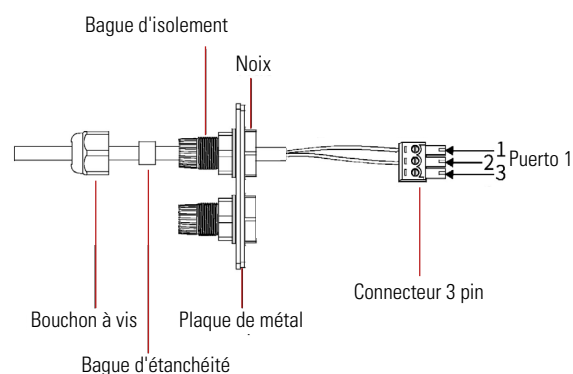

Fig. 35. Processus de connexion sur le terminal.
2. Passez le fil à travers le trou et connectez-le à la borne dans l'ordre suivant : bouchon à vis, bague d'étanchéité, isolant, plaque métallique, écrou et connecteur 3/6 pin, comme indiqué sur la Fig. 35 :